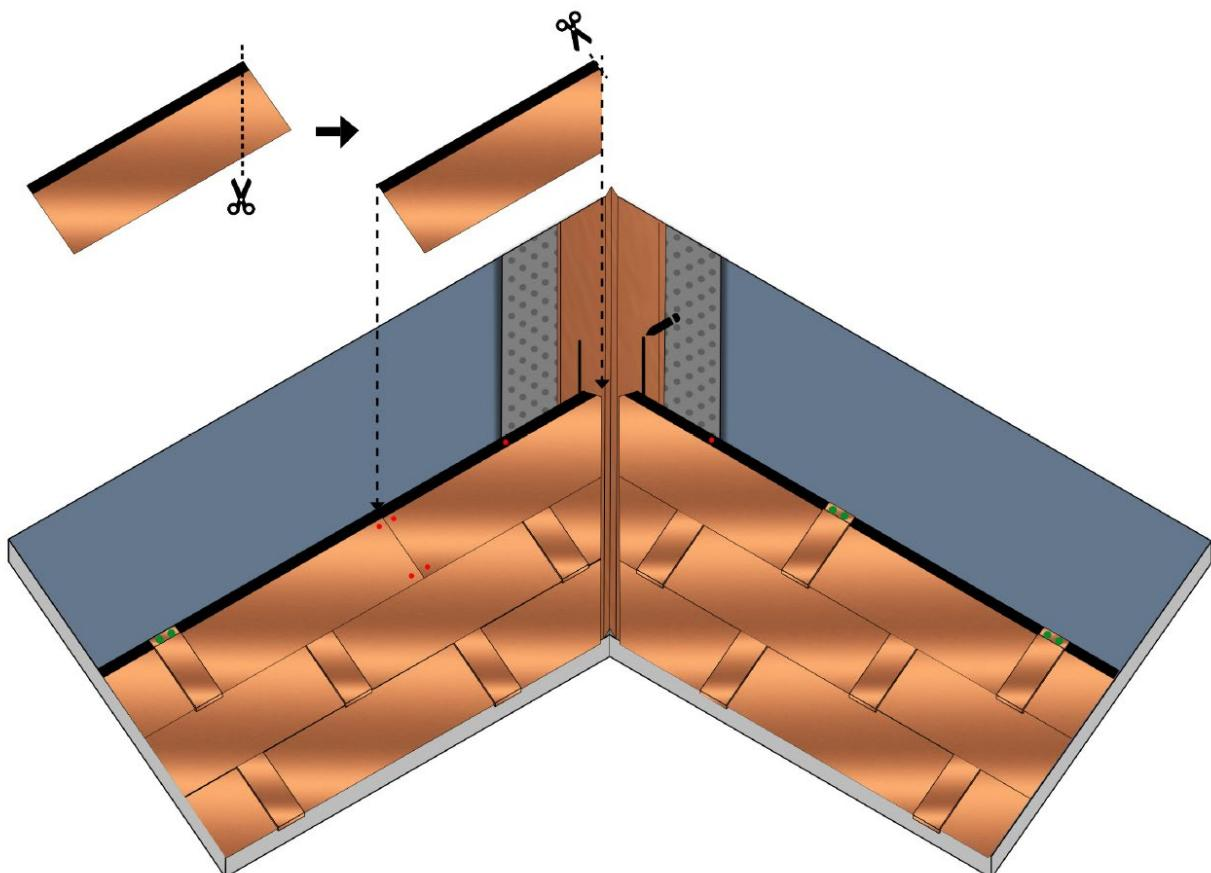

Fig. 16 - Posa tegole sul compluvio
- Posare quindi le tegole della prima falda, fino alla linea di compluvio, tagliandole a 3 cm e parallelamente alla linea di compluvio. Fissare le tegole con dei chiodi inox, fino a circa 40 cm dalla linea di compluvio e con del Bitustick, posato a distanze inferiori di 40 cm dalla linea di compluvio, sopra al compluvio metallico, Fig. 16. È consigliabile inoltre tagliare trasversalmente lo spigolo superiore della tegola al compluvio, in modo da convogliare l'acqua discendente lungo l'asse del compluvio, Fig. 16.
- Ripetere la stessa procedura anche per la seconda falda. Alla fine, dovrà risultare un canale tra le tegole, sul compluvio metallico, dove l'acqua scorrerà in via preferenziale, Fig. 16.